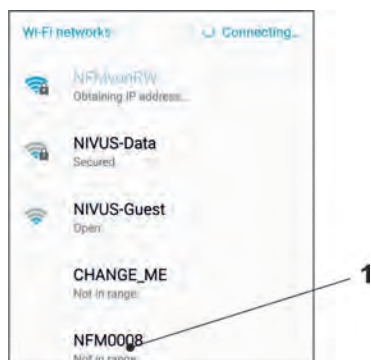

Fig. 29-4 Liste WLAN
4. Dans la liste WLAN, sélectionnez le NFM (Fig. 29-4 no 1) avec la SSID correspondante (état de livraison = numéro de série).